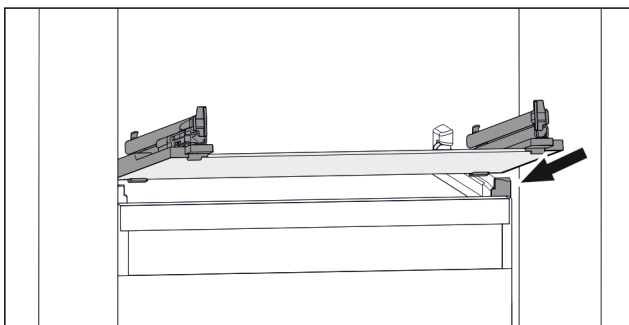

Fig. 134 Rappresentazione esemplificativa del ripiano in vetro
- ▶ Applicare il ripiano in vetro obliquamente dietro i fermi. (vedere Fig. 134)